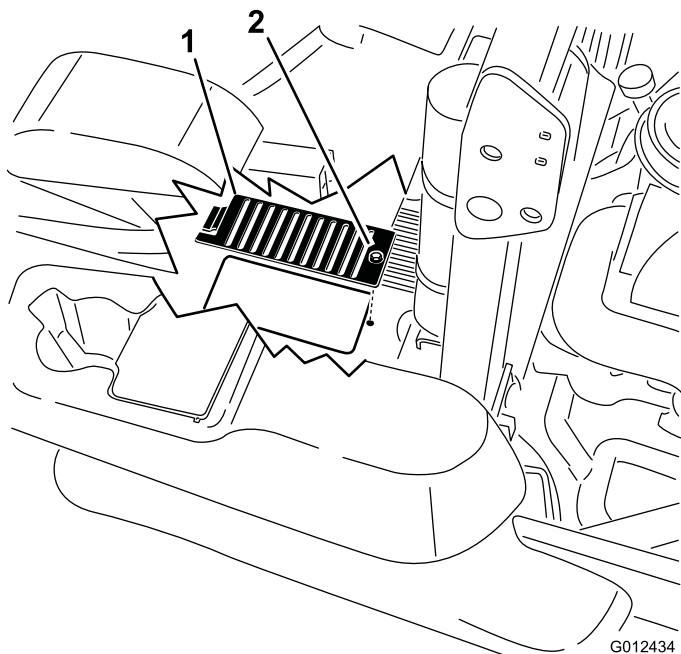

**Figura 77**
5. Limpe os detritos e relva dos resguardos da unidade hidráulica (Figura 77).